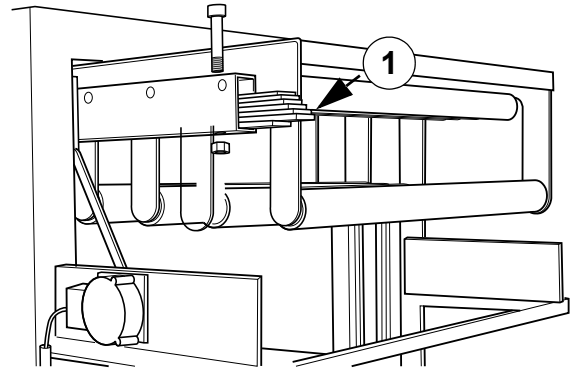

Abb. 12 Positionierung der Gewichte
- 1 Platzieren Sie eine geeignete Anzahl von Gewichten in der Tänzerwalze, wie in Abb. 12 gezeigt. Sichern Sie die Gewichte mit Schrauben an beiden Enden. Die genaue Anzahl wird während des Betriebs bestimmt. (Dünnere Film - weniger Gewicht).